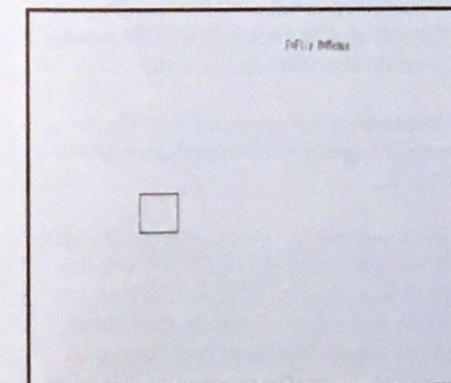

Bild 24. Das ist das Ergebnis eines Programmlaufes
9. Nun die Adresse 8800 oder den Namen RAM eingeben und die Taste „CR“ drücken. Dann erscheint das Quadrat auf dem Bildschirm, wie Bild 24 zeigt. Wenn man die Taste „M“ drückt, so gelangt man wieder ins Grundmenü zurück.